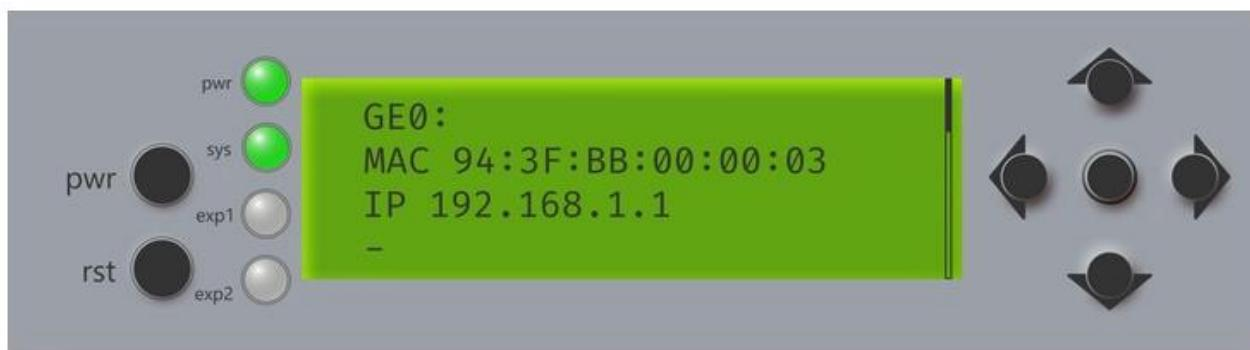
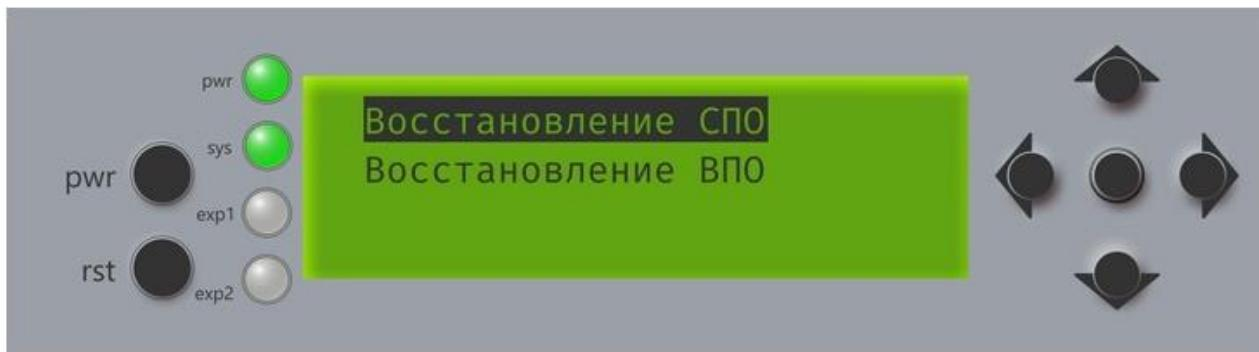

Рисунок 9 – Пример данных по сетевому интерфейсу
Рисунок 11 – Пункты меню «Сервис»
Примеры диагностической информации по изделию (рисунок 9 – Рисунок 11).
- IP-адреса сетевых интерфейсов, вместо IP-адреса будет прочерк (рисунок 11);